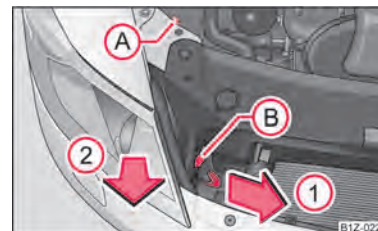

Fig. 181 Faros delanteros: Posición de montaje de las bombillas
- Desenrosque la tuerca de plástico Ⓐ ⇒ fig. 181.
- Retirar el seguro (B) hacia arriba.
- Tire de la palanca de seguridad del faro en sentido de la flecha (1) hasta el tope.
- Separe el conector y saque con cuidado el faro en el sentido de la flecha (2).